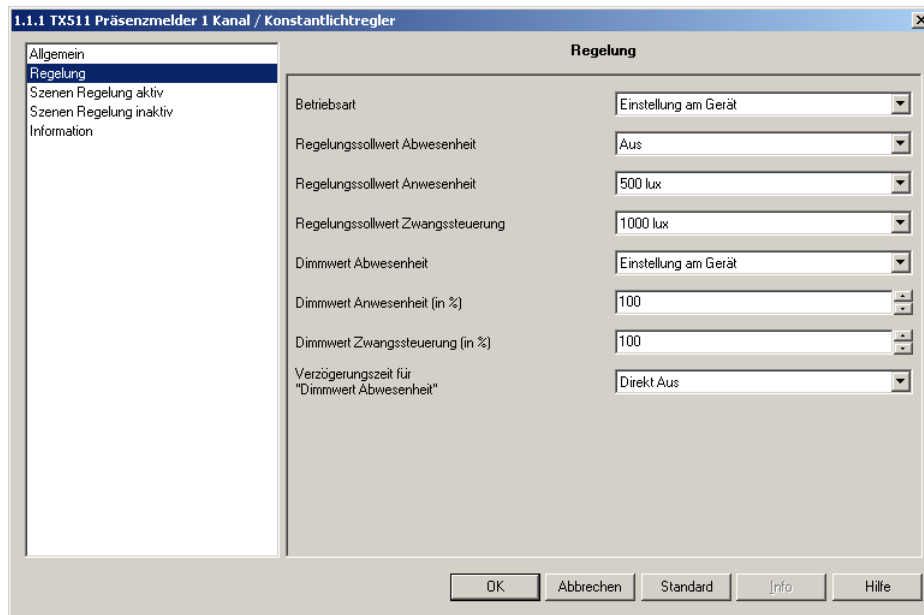

Bild 2
→ Parametereinstellungen: siehe "Bild 2"
- Parametereinstellungen: siehe "Bild 2"